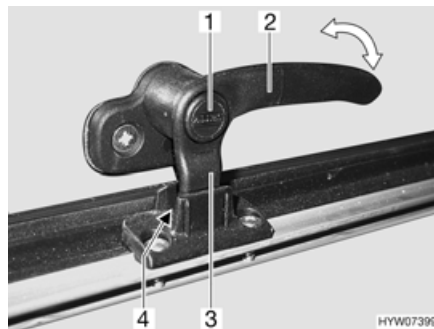
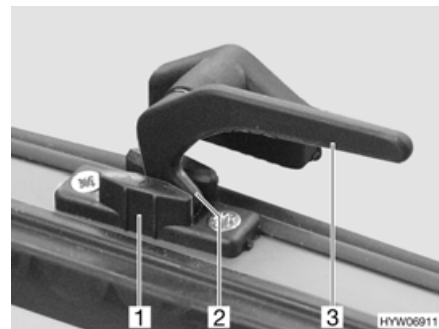

Bild 90 Verriegelungshebel mit Sicherungsknopf in Stellung "Dauerbelüftung"
Bild 91 Verriegelungshebel in Stellung "Dauerbelüftung"
- in Stellung "Dauerbelüftung" (Bild 90 und Bild 91)
- Wenn vorhanden, Sicherungsknopf (Bild 90,1) drücken und gedrückt halten.
- Alle Verriegelungshebel (Bild 90,2 oder Bild 91,3) eine viertel Umdrehung zur Haubenmitte hin drehen.
- Alle Verriegelungshebel wieder zurückdrehen. Die Verriegelungsnase (Bild 90,3 oder Bild 91,2) dabei in die Aussparung der Haubenverriegelung (Bild 90,4 oder Bild 91,1) einfahren.